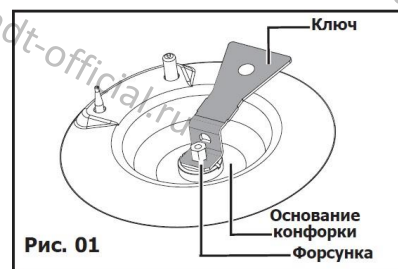

Рис. 01
- с помощью прилагаемого ключа отвинтите форсунки и снимите их (рис. 01);